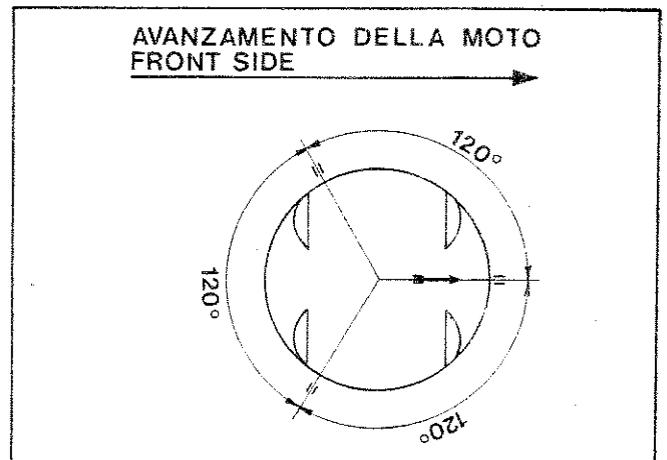
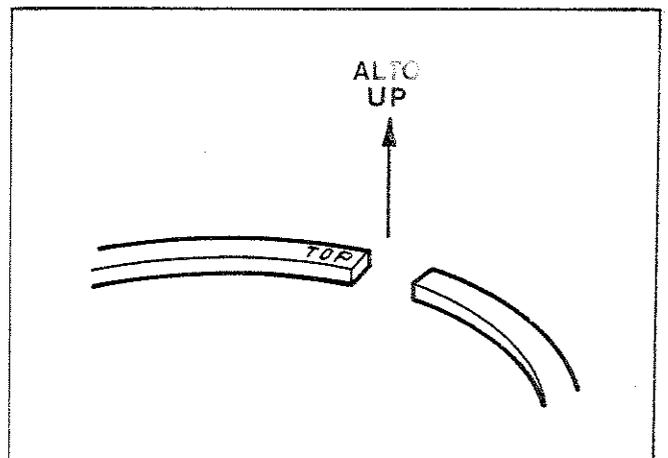

Fig. 67
Fig. 68
2) Montare le fasce elastiche nei pistoni con apposita pinza: essendo di altezza diversa il collocamento è obbligato. I tagli delle fasce vanno disposti sfalsati, per esempio a 120° fra loro (Fig. 67).
L'eventuale scritta "TOP" va verso l'alto (Fig. 68).
2) Fit the piston rings using the piston ring tool; the ring thicknesses are different so it is not possible to misplace them during rebuild. The ring gaps should be spaced evenly around the piston circumference (for example with an angle of 120° between them) (Fig. 67). If on the ring there is a "TOP" marking, fit the ring with the marking towards the cylinder head (Fig. 68).